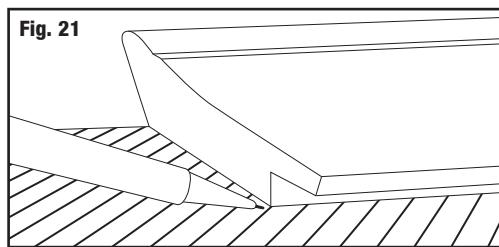

Fig. 21
3. Para posicionar el tope, deslice el final de la moldura con bisel a la posición deseada en la escala. Alinee el filo de la moldura en la marca con la medida deseada. (Fig 21)